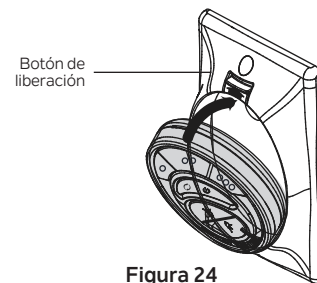

Figura 24
Paso 1. Inserte el transmisor en la placa de pared insertando primero la parte inferior del transmisor y luego presionando la parte superior del transmisor en el bolsillo. El transmisor funcionará completamente desde este lugar o puede retirarlo y usarlo como dispositivo portátil. (Figura 24)